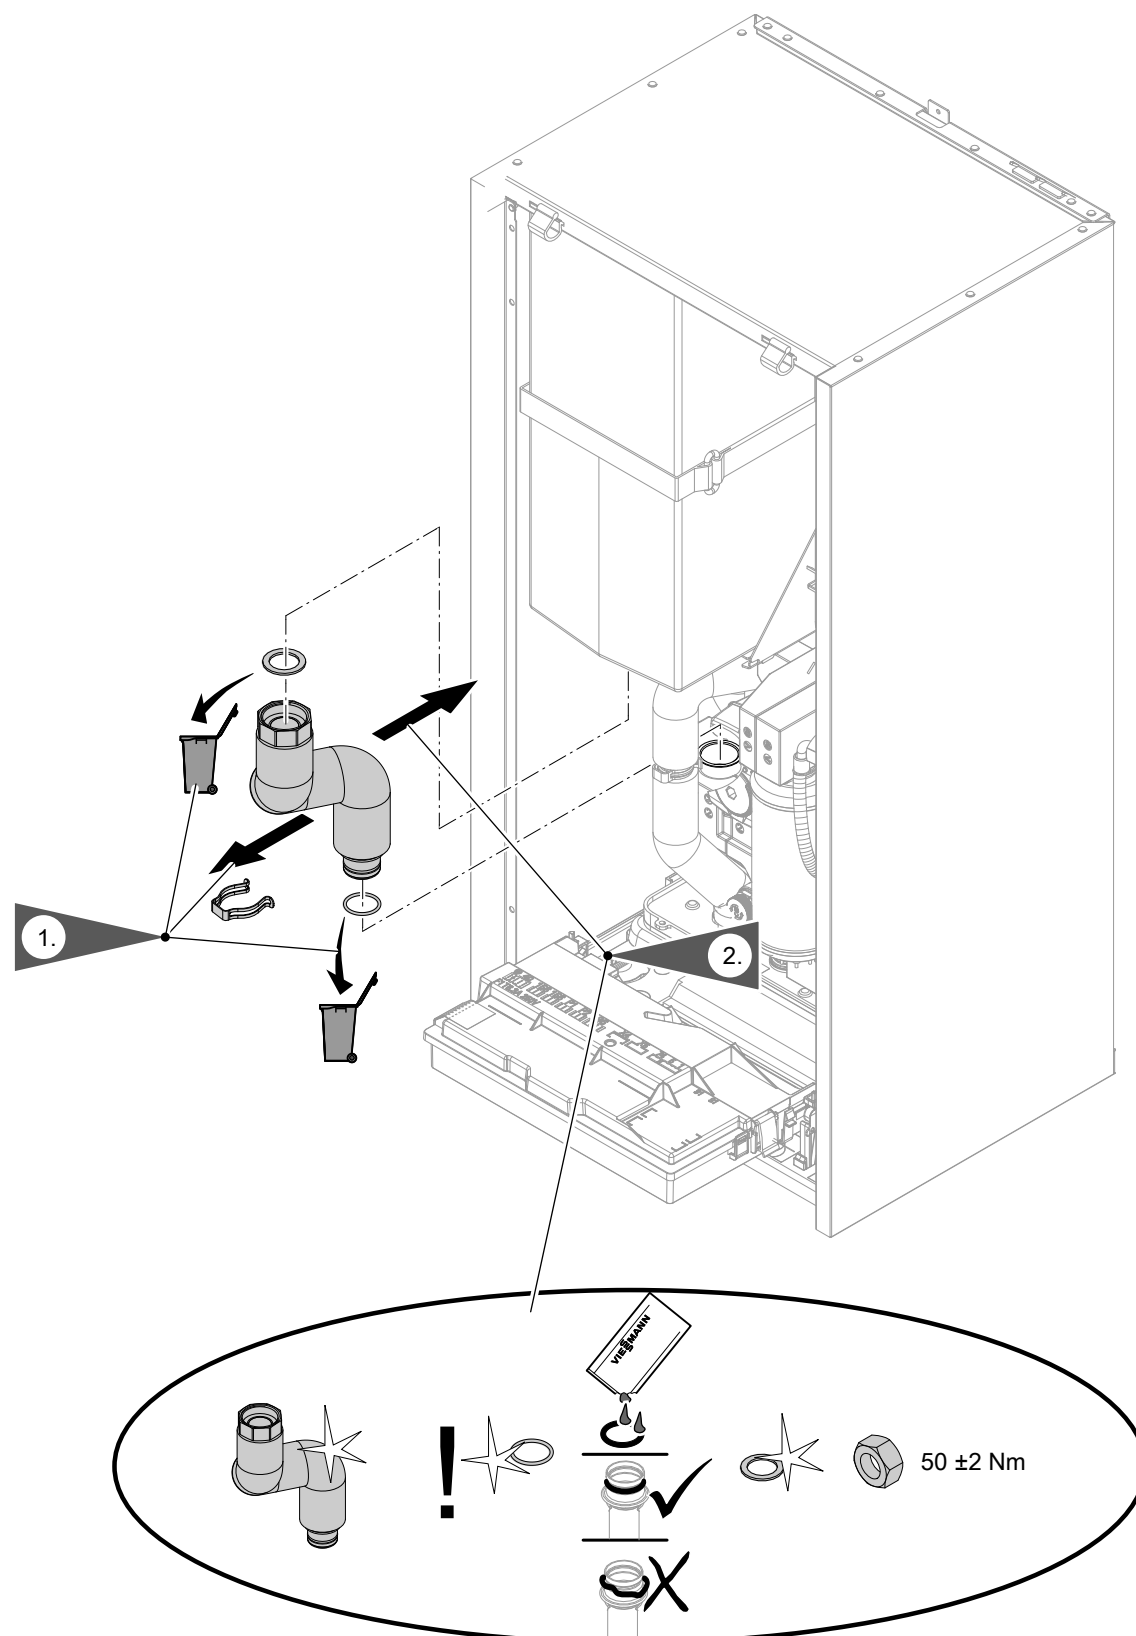
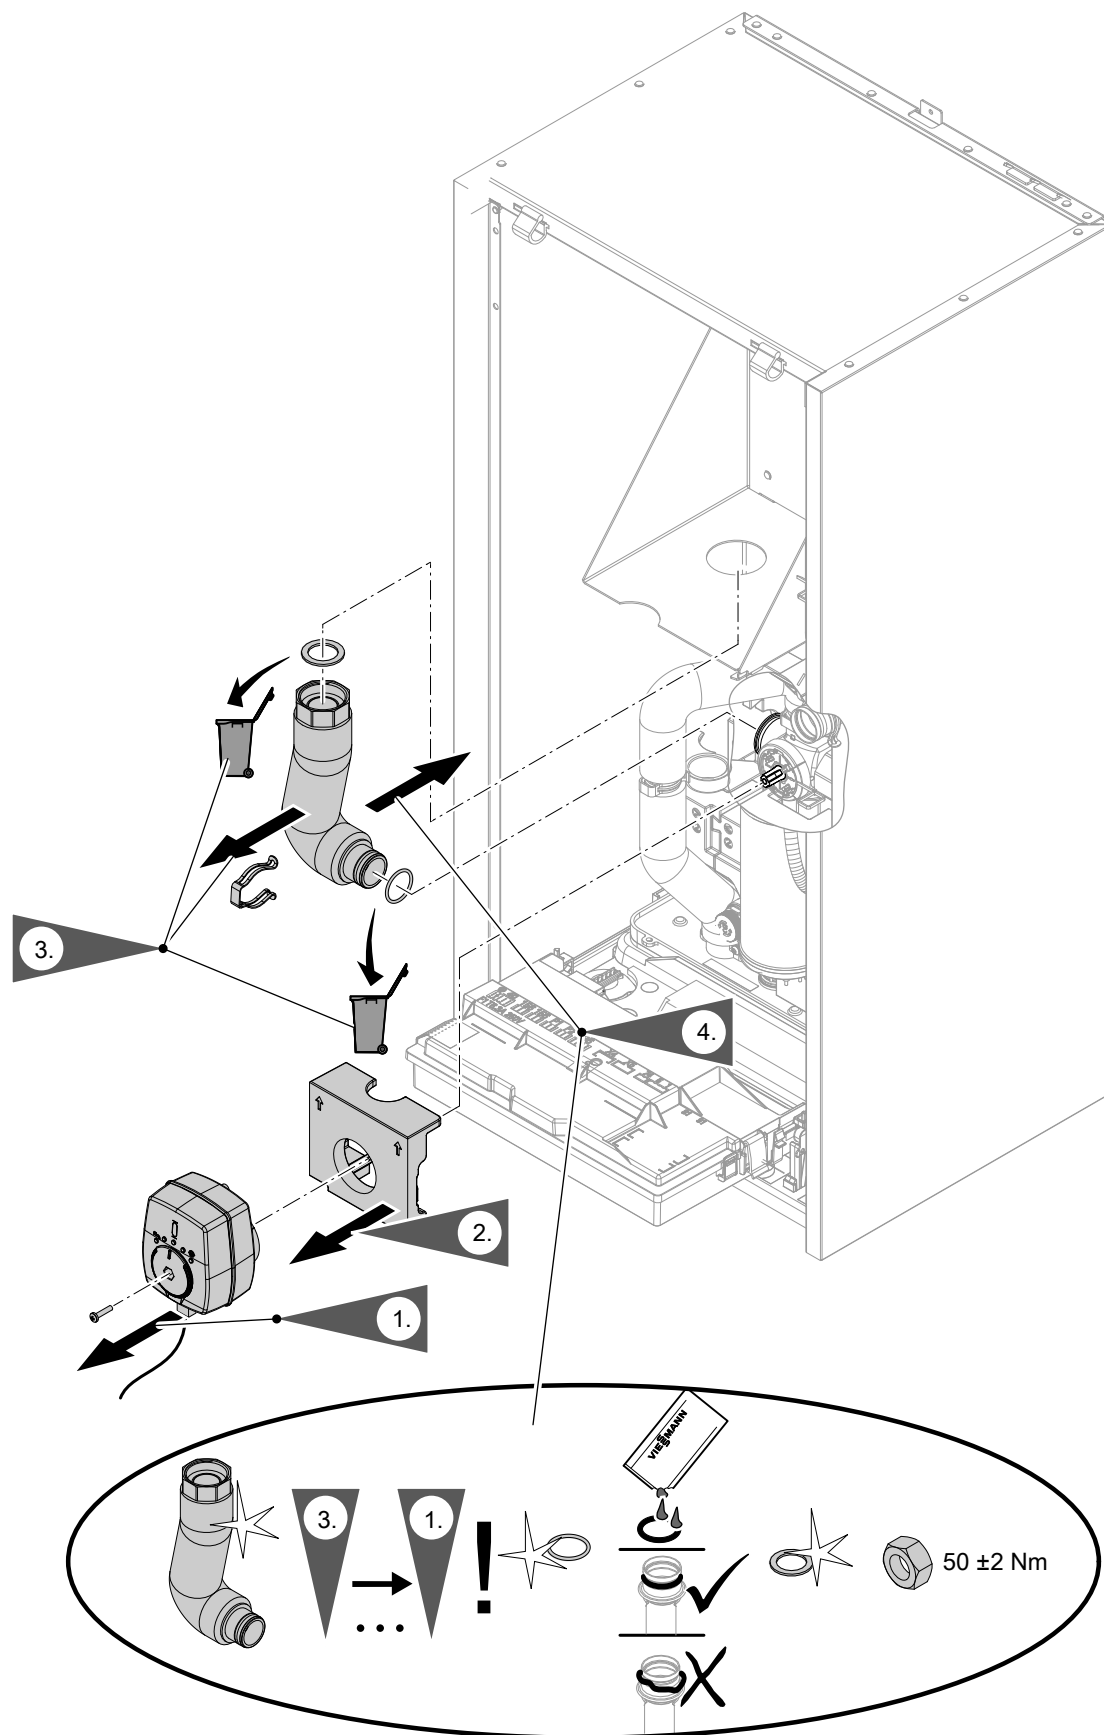

Fig. 74
Fig. 75
- Conduțe hidraulice: consultați fig. 74 până la fig. 75.